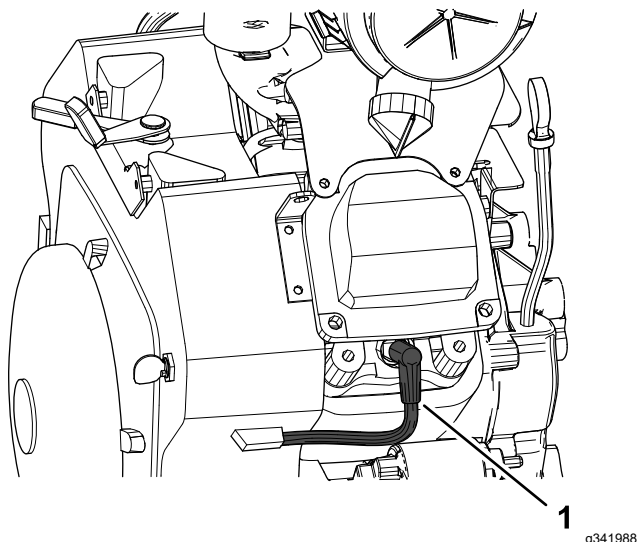

Figure 35
2. Nettoyez la surface autour des bougies (Figure 35).
3. Débranchez les fils des bougies (Figure 35).